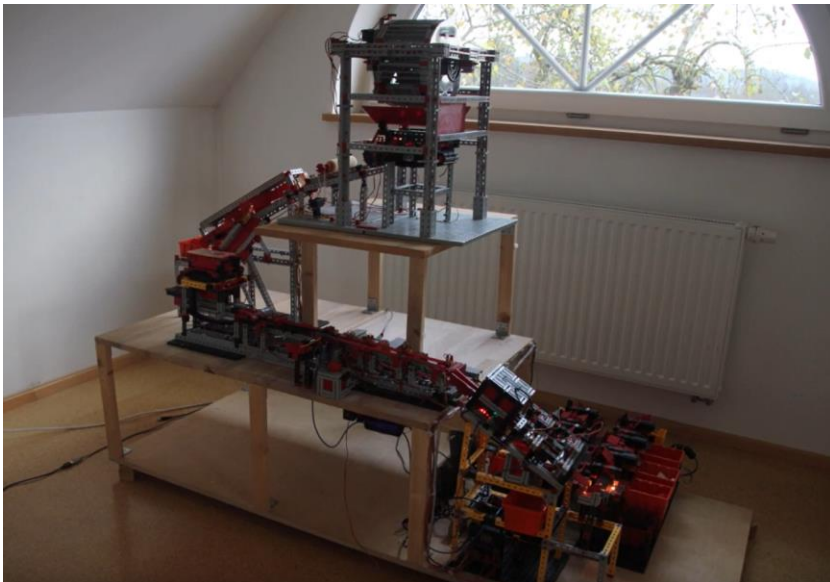

Abbildung 4: Eine Legosortiermaschine aus Fischertechnik [6]
- Die Weiterentwicklung der Lego Sortiermaschine aus Fischertechnik, die einige Verbesserungen enthält (Abbildung 4). [6]